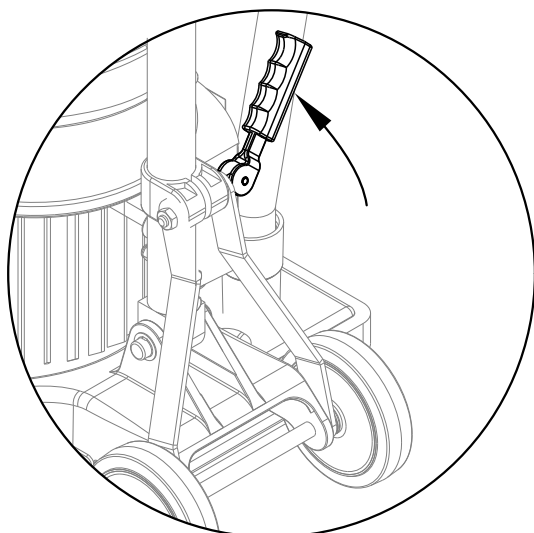

Abbildung 1
2. Heben Sie den Griff und sichern Sie ihn in aufrechter Position. Um den Griff zu verriegeln, ziehen Sie den „Kompressionshebel zum Lösen des Griffs“ nach oben. Siehe Abb. 1.